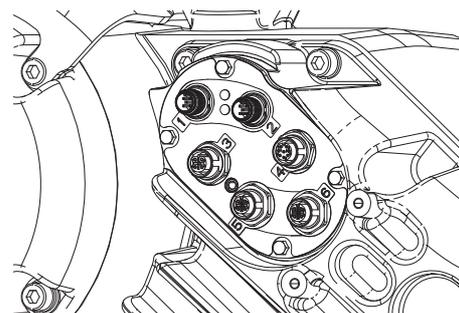

FIG. 27
2. Placer le sectionneur (M) sur OFF.
- a. Retirer le couvercle du carter d'entraînement (HC).
- c. Desserrer l'écrou du passe-fils (CG).
- d. Retirer les fils du boîtier du moteur en les tirant par l'écrou du passe-fils (CG).
- e. Débrancher les câbles raccordés aux ports 1-6 sur le côté du moteur, comme illustré à la FIG. 27.